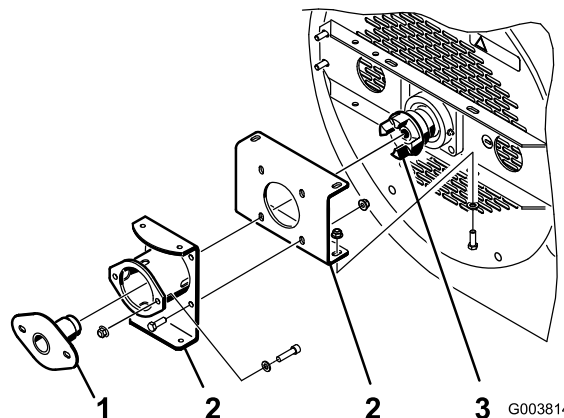

Figura 9
1. Certifique-se que os suportes de montagem são instalados nos parafusos da estrutura do soprador, mas que os parafusos e as porcas estão soltos (Figura 9).
2. Insira a ferramenta de alinhamento do rolamento através dos suportes de montagem e no acoplador da ventoinha (Figura 9).